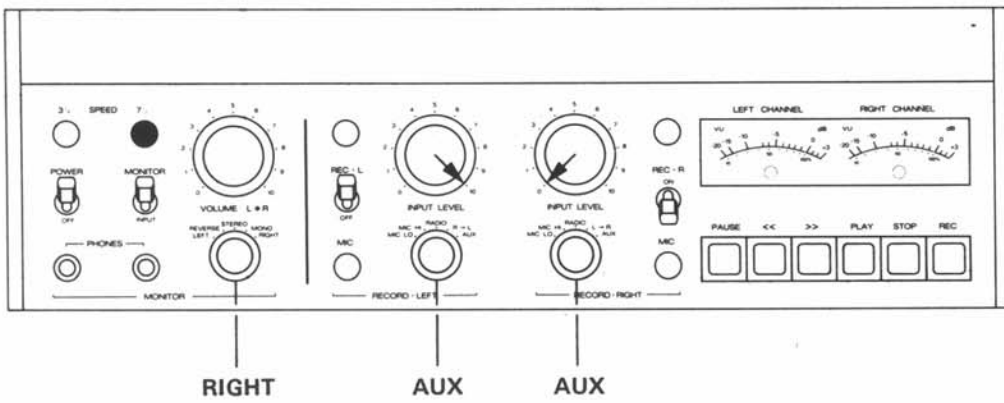

Fig. 6.5.—6
- Bedienungselemente nach Fig. 6.5.—6 einstellen.